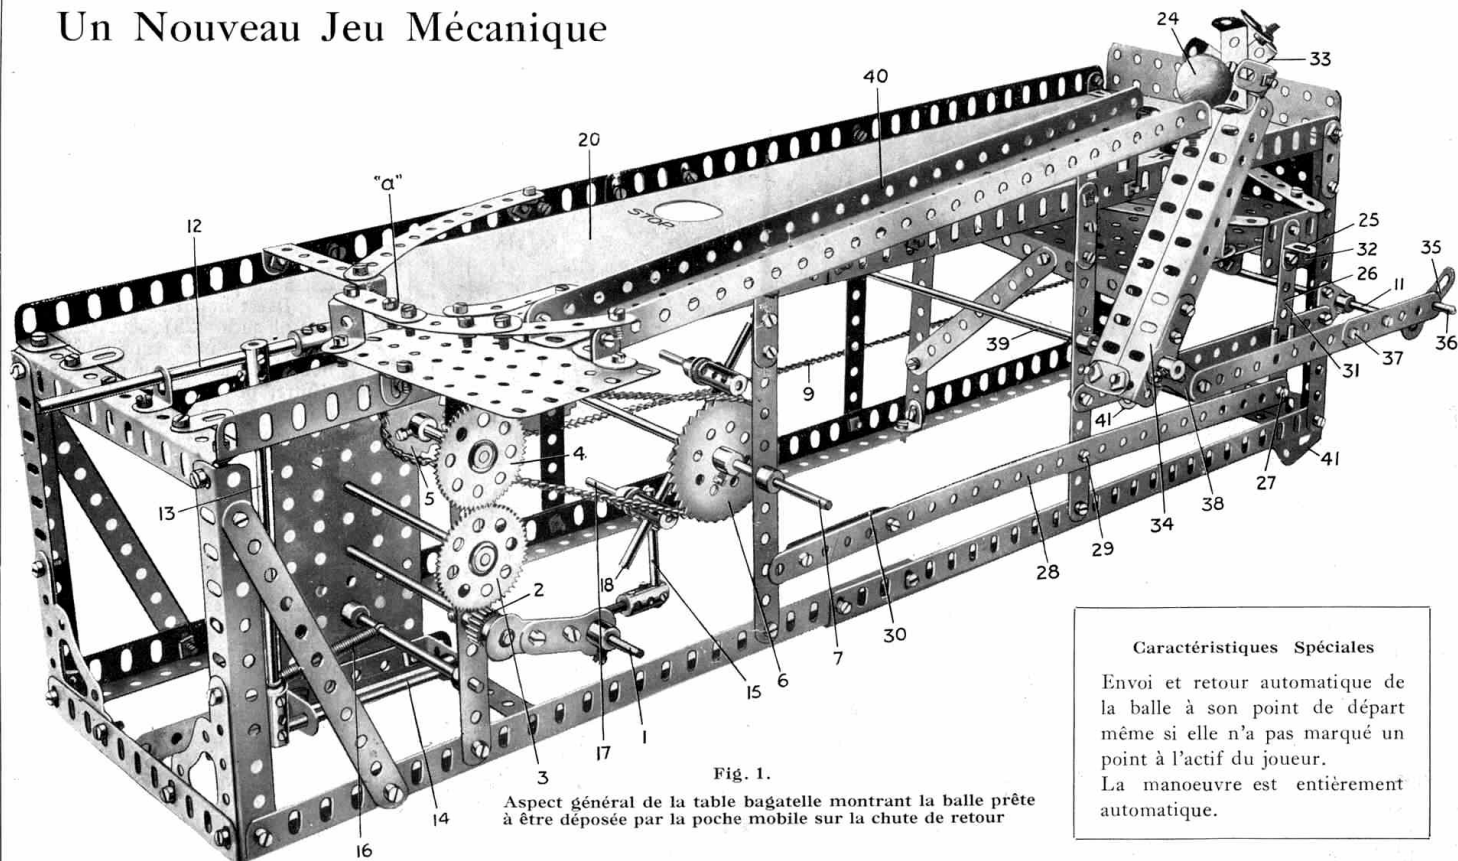
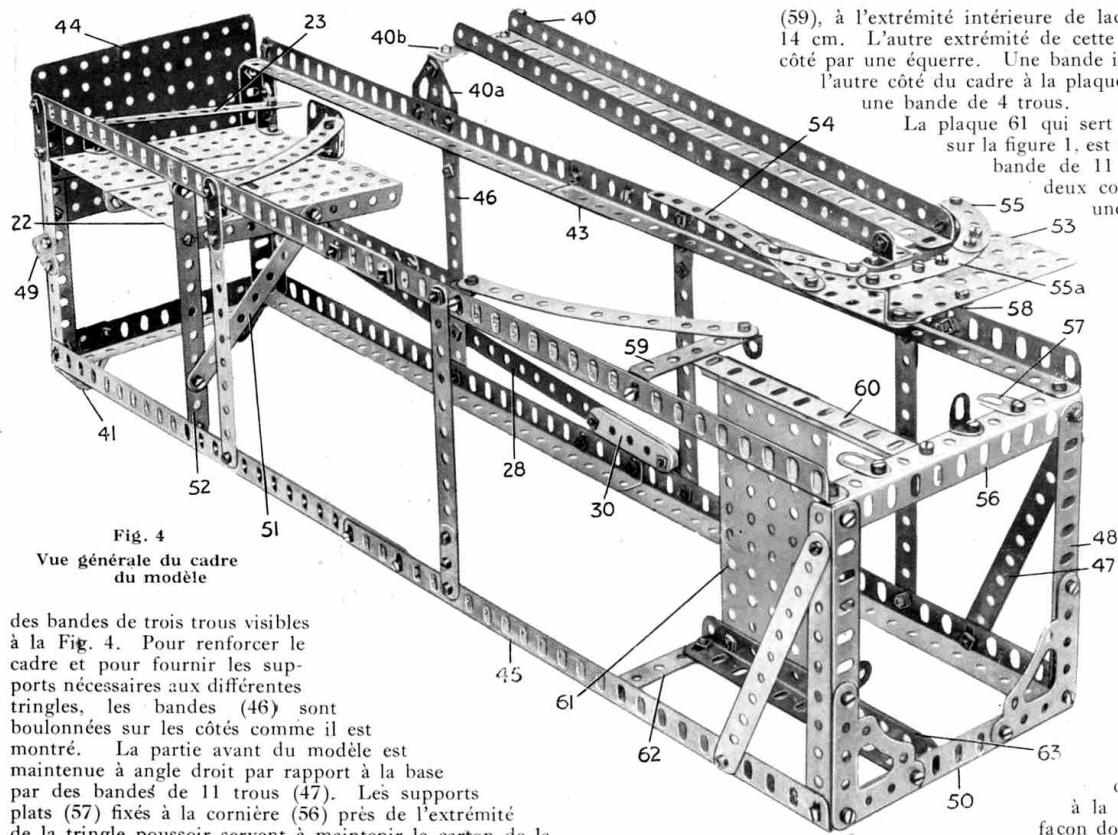

Fig. 1.
Fig. 4
des bandes de trois trous visibles à la Fig. 4. Pour renforcer le cadre et pour fournir les supports nécessaires aux différentes tringles, les bandes (46) sont boulonnées sur les côtés comme il est montré. La partie avant du modèle est maintenue à angle droit par rapport à la base par des bandes de 11 trous (47). Les supports plats (57) fixés à la cornière (56) près de l'extrémité de la tringle poussoir servent à maintenir le carton de la table, ce carton étant alors serré entre la cornière et les supports plats. Il suffit de jeter un coup d'oeil pour avoir une idée très nette de cette disposition.
(59), à l'extrémité intérieure de laquelle est fixée une bande incurvée de 14 cm. L'autre extrémité de cette dernière, est attachée à la cornière de côté par une équerre. Une bande incurvée semblable (54) est boulonnée à l'autre côté du cadre à la plaque (53), et est maintenue en position par une bande de 4 trous.
La plaque 61 qui sert de support pour les tringles indiquées sur la figure 1, est fixée au cadre de la façon suivante : une bande de 11 trous (62) est disposée en travers de deux cornières formant les côtés de la base, et une cornière de 11 trous (63), est fixée entre cette bande et la cornière (50) du cadre. Tout au-dessus de la cornière (63) est disposée une cornière semblable, dont une extrémité est boulonnée à la cornière (56) du cadre.
La manoeuvre de l'appareil est entièrement automatique. Une bille ou une balle de dimension convenable est placée sur la table au point "a" indiqué sur la Fig. 1. Lorsqu'on tourne la manivelle, la bille est frappée d'un coup sec par une tringle poussoir, roule dans la direction des trous percés à l'extrémité de la table formée d'une feuille de carton. Les trous ont une dimension légèrement plus grande que la bille, ou la bille, et ces trous sont numérotés. Si la bille par exemple pénètre dans le trou marqué 10, le joueur ayant déclenché le mécanisme marqué à son actif 10 points.
Si la bille ne pénètre dans aucun des trous elle roule le long d'une plaque inclinée vers une trappe disposée sur un côté de la plaque. Lorsqu'on actionne la manivelle, cette dernière doit être actionnée sans arrêt, la trappe s'ouvre, et la bille pénètre dans le bras porteur. Ce dernier se soulève sur son pivot et envoie la bille sur une chute inclinée (40) Fig. 1, et ainsi la bille revient au point "a" d'où elle est prête à entrer en jeu une autre fois encore
Le cadre du modèle est indiqué à la Fig. 4. On doit tout d'abord commencer sa construction par la base qui est formée par des cornières ; chaque partie allongée du cadre se compose de deux cornières de 25 trous (45) se chevauchant sur quatre trous et boulonnées ensemble. Elles sont réunies aux extrémités sur une cornière de 11 trous (50) qui constitue la base allongée du cadre. A l'extrémité de la tringle poussoir sont disposés deux cornières de 11 trous (48) qui sont boulonnées à angle droit à la base du cadre, et séparées à leur sommet par la cornière (56) : deux architraves sont alors disposées à la base du cadre afin de lui donner une plus grande stabilité.
Durant le mouvement de rotation des tringles (17), les poulies (17a) actionnent la tringle (15), compriment le ressort de la tringle-poussoir, puis le lâche brusquement, ce qui fait que le ressort entraîne brusquement la tringle-poussoir en avant, qui frappe alors la balle au point "a" et cette balle roule tout le long de la table (20) vers les trous (21) Fig. 1 et 2. Si la bille tombe dans l'un des trous (21), elle glisse alors sur la plaque (22), et le guide (23) Fig. 4 la guide à l'extrémité de la plaque, ou elle est retenue par la plaque d'arrêt (25) Fig. 1 et 6.
Le bras (34) est commandé par l'intermédiaire de la tringle 11 (Fig. 1) par une manivelle (35), et par une cheville filetée (36), dans laquelle s'engagent les trous extrêmes d'une bande de 11 trous et d'une bande de 6 trous (37), se chevauchant sur trois trous. L'autre extrémité de la bande est connectée à un levier d'angle avec collier (38), boulonné au bras (34) et fixé à la tringle (39).